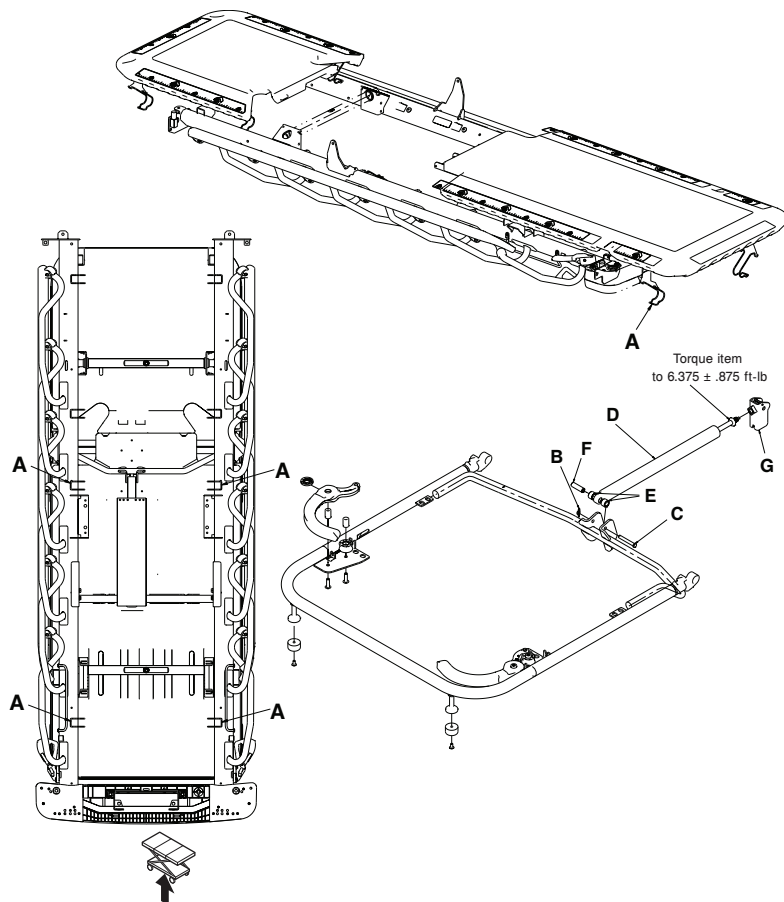

Figure 59 – Remplacement du vérin pneumatique du relève-buste, option Prime X
6. Détacher les quatre clips à ressort (A) (en dessous du châssis du plan de couchage) qui fixent le revêtement du côté pied au châssis du pied (Figure 59).